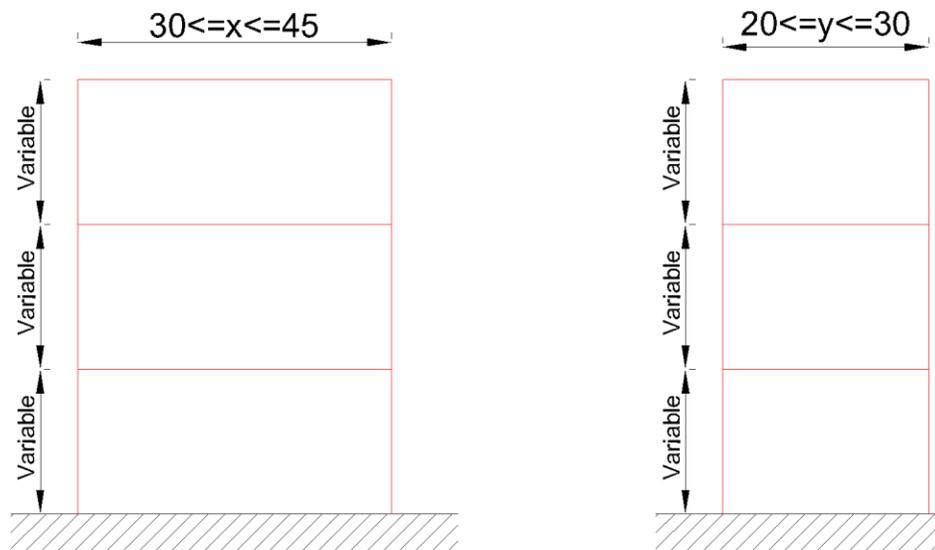

Figura 3. Vistas en elevación del edificio. (Dimensiones en cm)
- La altura total del edificio deberá estar entre los 45 a 60 cm, con una tolerancia de ± 0.5 cm, los elementos estructurales deberán contenerse dentro de las dimensiones de la planta. No se permite exceder las dimensiones fijadas, ver Figura 3.